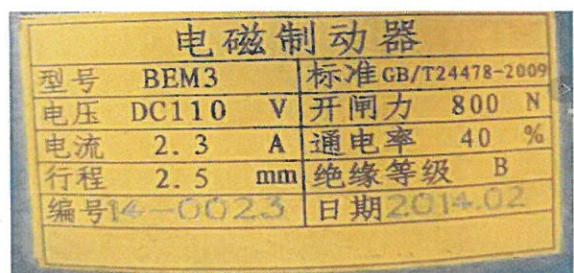

图 4
二、异步货梯主机 (MWH (2)) 所配置的制动器 (铭牌如图 4)，使用有限位装置不需要更换顶杆，只需要拆解保养即可。